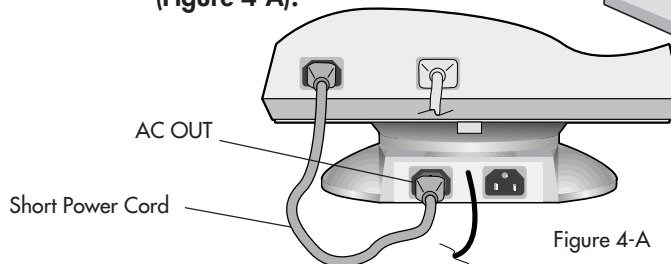

Figure 4-A
**Étape 4-A.** Connecter une extrémité du short cordon d'alimentation au connecteur de la base audio et l'autre extrémité au moniteur (**Figure 4-A**).
**Étape 1-B.** Connecter une extrémité du short cordon d'alimentation au connecteur de la base audio et l'autre extrémité au moniteur (**Figure 4-A**).